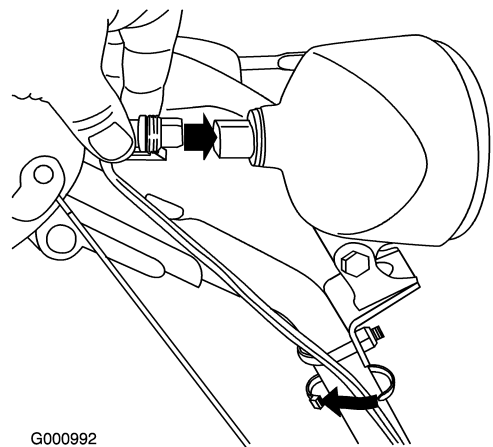

Figure 55
6. Branchez le connecteur directement à l'arrière du phare, et enclenchez-le en position (Figure 55).